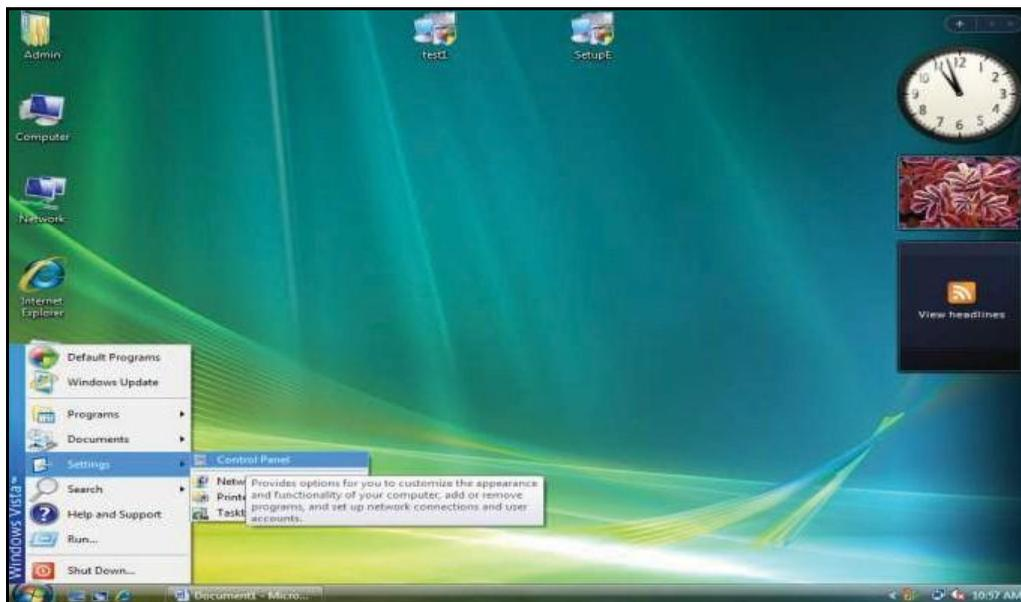

图 97: Windows Vista 控制面板
1. 从 **Start** (开始) 菜单, 到 **Control Panel** (控制面板) (图 97 所示).